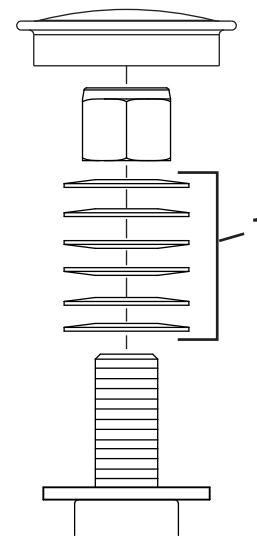

Figura 60
3. Retire el tapón guardapolvo de la rueda giratoria y apriete la contratuerca (Figura 60).
4. Apriete la contratuerca hasta que las arandelas de muelle estén planas, luego afloje $\frac{1}{4}$ de vuelta para establecer la pre-carga correcta de los cojinetes (Figura 60).
Importante: Asegúrese de que las arandelas de muelle están correctamente instaladas, según se muestra en Figura 60.
5. Coloque el tapón anti-polvo (Figura 60).